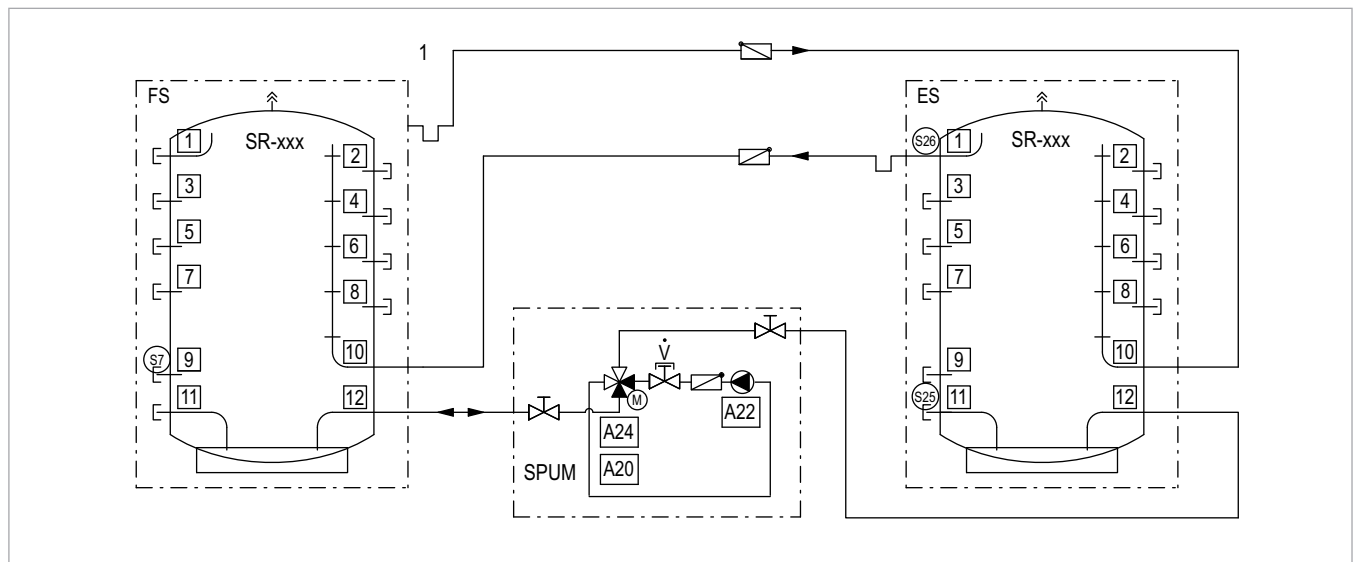

Abb. 1: Schema des Speicherumladesatzes
Das Speicherumladeset SV-3 dient der Anbindung eines zusätzlichen Pufferschichtenspeichers SolvisStrato als Erweiterungsspeicher (ES) an einen vorhandenen SolvisStrato als Führungsspeicher (FS) im System SolvisVital 3. Mit Hilfe eines motorbetriebenen Vier-Wege-Umschaltventils kann entweder vom Führungsspeicher in den Erweiterungsspeicher oder umgekehrt beladen werden. Bei Montage des Systems ist die Lage und Einbaurichtung der Rückflussverhinderer RV (federbelastete Schwerkraftbremsen) zu beachten, siehe → Abb. 1.
1. Pumpe (6) mit Schwerkraftbremse 20 mbar (5), Kugelhähnen (4), Abgleichventil (3) und 4-Wege-Mischer (1) gemäß der Abbildung verbinden. Dabei zwischen Abgleichventil und 4-Wege-Mischer eine bauseitige Rohrverbindung (2) erstellen.
2. Den 4-Wege-Mischer und die Schwerkraftbremsen (7) mit den Speichern gemäß Anlagenschema (siehe → Abb. 1) verrohren.
1. Sensor mit Wärmeleitpaste versehen und in die entsprechende Sensorhülse schieben (siehe → Abb. 1).